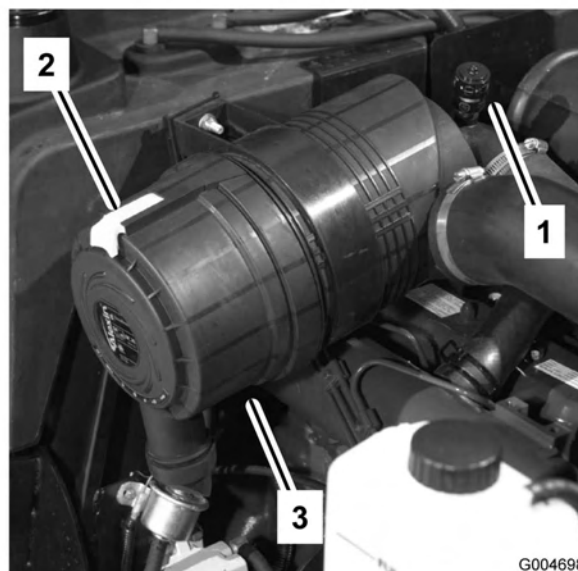

Figura 47
Revisionate l'elemento filtrante dell'aria soltanto quando la spia è rossa, (Figura 47) oppure ogni 400 ore (più spesso in ambienti molto polverosi o inquinati). Non revisionate troppo il filtro dell'aria.
1. Tirate il fermo verso l'esterno e ruotate il coperchio del filtro in senso antiorario. Staccate il coperchio dal corpo (Figura 47). Pulite la parte interna del coperchio.